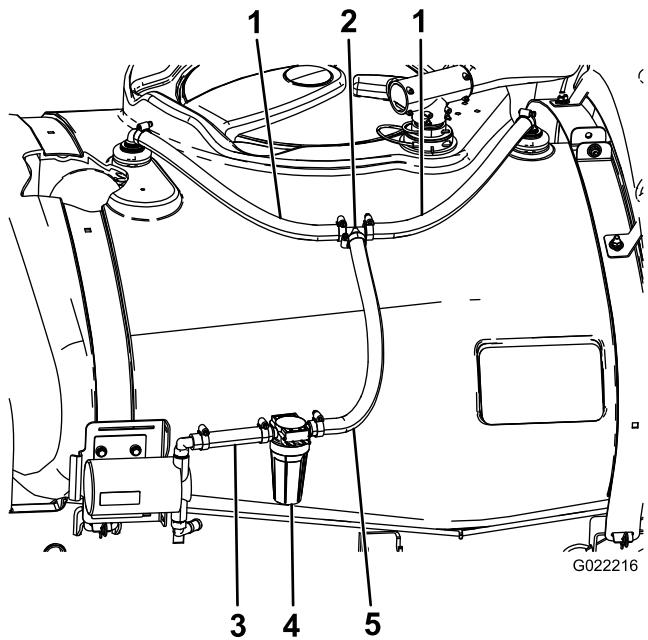

Figure 10
- 1. Au moyen de 2 colliers, fixez le flexible de 48 cm à la cannelure de la buse de rinçage (Figure 10).
- Fixez les extrémités libres des flexibles au raccord en T au moyen de 2 colliers (Figure 10).
- Fixez le côté long du flexible du filtre de rinçage au raccord en T au moyen d'un collier (Figure 10).
- Fixez l'autre extrémité du flexible du filtre de rinçage à la cannelure supérieure de la pompe de rinçage au moyen d'un collier (Figure 10).